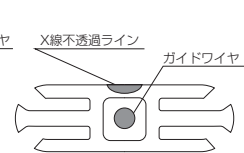

図2
- 3) クローバードレインチューブの白色のX線不透過ラインのあるルーメンを定める。[白色のX線不透過ライン側のルーメンがチューブ先端まで吸引部がなくガイドワイヤを誘導できる](図2)